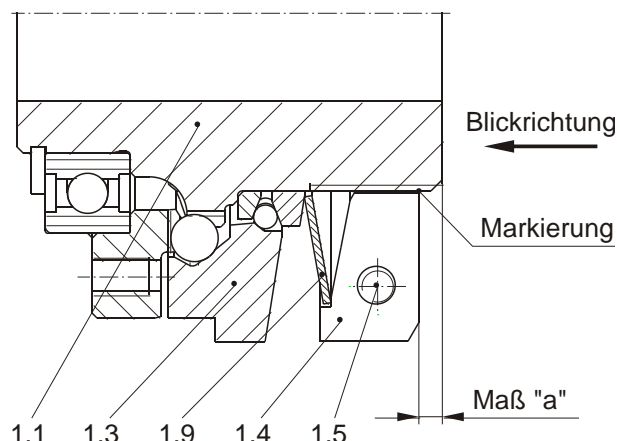
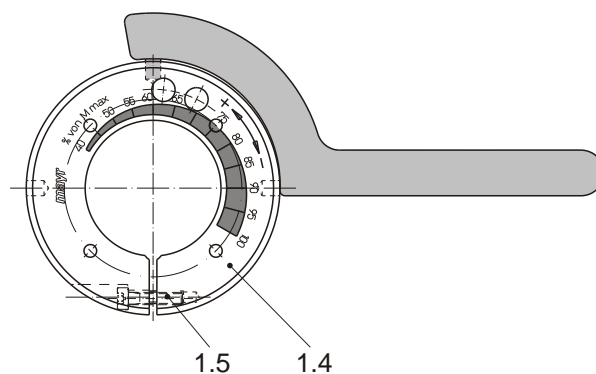
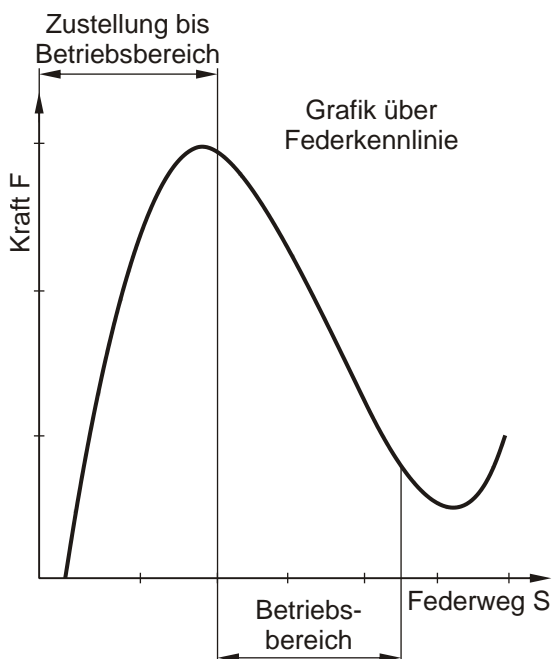

Bild 5
Bild 6
Bild 7
Die Einstellung erfolgt durch Verdrehen der Einstellmutter (1.4). Die eingebauten Tellerfedern (1.9) werden im negativen Bereich der Kennlinie (siehe Bild 7) betrieben, d. h. eine stärkere Vorspannung der Tellerfeder bewirkt ein Absinken der Federkraft. Das Drehmoment wird werkseitig nach Kundenvorgabe eingestellt.
Eine Kontrolle "**Federeinsatz im Betriebsbereich**" (Bild 7) kann über das Maß "a" (Abstand der Stirnflächen von Einstellmutter (1.4) und Nabe (1.1), wie in Bild 5 dargestellt) vorgenommen werden.
Blickrichtung auf die Einstellmutter (1.4) wie in Bild 5 und Bild 6.
- c) Einstellmutter (1.4) anhand der eingepprägten Einstellskala (Bild 6) im oder gegen den Uhrzeigersinn mit Hilfe eines Haken- oder Stirnlochschlüssels verdrehen, bis das gewünschte Drehmoment eingestellt ist.
- d) Das gewünschte Drehmoment ergibt sich aus der Überdeckung der Markierung an der Nabe (1.1) und der Prozentangabe auf der Einstellmutter (Pos. 1.4 / Bild 5 und 6).
Ein Verstellen der Einstellmutter (1.4) bzw. Verspannen der Tellerfeder (1.9) außerhalb des Betriebsbereichs der Tellerfederkennlinie (siehe Bild 7) setzt die Kupplung außer Funktion.